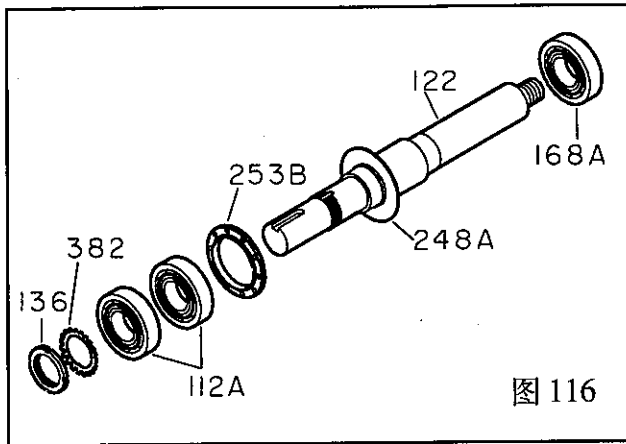

图 116
3. 如果甩油环(248A)已被拆下, 将其安装到轴(122)上。(图 116)